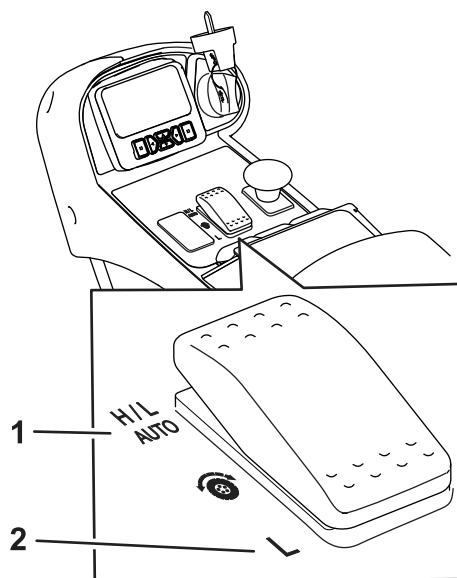

Figura 29
- În condiții normale de funcționare, această maină este destinată să funcționeze în poziția H/L AUTO a comutatorului pentru gama de viteze (Figura 29). Această poziție permite mainii să comute automat între gamele de viteze reduse și mari, după cum maina este utilizată pentru tunderea ierbii sau transport.
- Atunci când selectai poziția REDUSĂ a comutatorului pentru gama de viteze (Figura 29), maina va funcționa întotdeauna în gama de viteze reduse. Această setare este de preferat pentru operarea într-o zonă de atelier, încărcarea sau descărcarea de pe o remorcă, urcarea pe pante abrupte sau orice altă operațiune în care nu se dorește o viteză de traciune mai mare din gama de viteze mari.
Această maină este echipată cu 2 game de viteze de traciune: reduse i mari. Cu ajutorul comutatorului pentru gama de viteze putei selecta următoarele poziții (Figura 29):